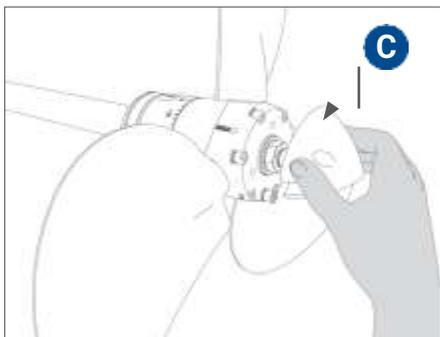

FIG. 18 Insertar ánodo "C"
• Inserte el ánodo **C** y fíjelo con 3 tornillos de acero in. **D** (Fig. 18 - 19 - 20).